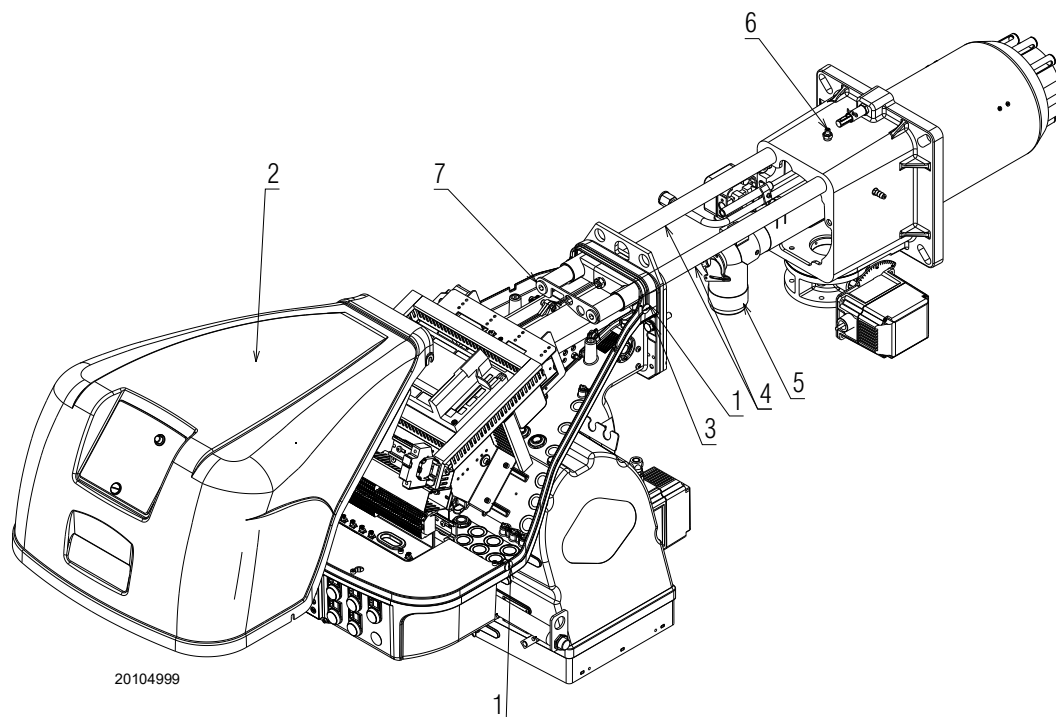

Fig. 34
- Allentare le 4 viti 1)(Fig. 34) e togliere il cofano 2);
- rimettere le viti 3)(Fig. 34) e tirare delicatamente verso l'esterno i cavi di sonda ed elettrodo, fino a metterli in leggera tensione;